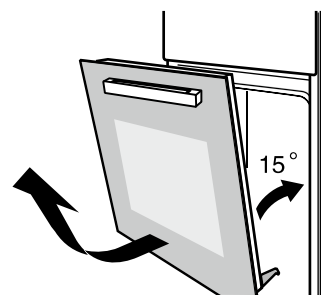

图 2
② 关闭箱门，约至 15°角处，再将门提起，并缓慢从烤箱中拉出。（图 2）
③ 完成清洁后，以相反步骤执行上述操作，将门复原至原来位置。